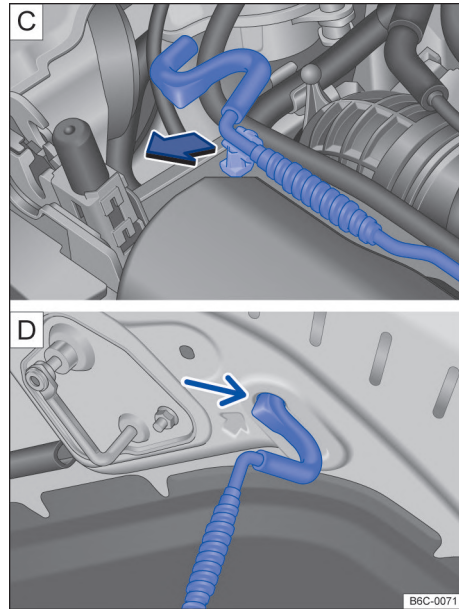

Fig. 181 **C** Varilla de sujeción de la tapa del compartimento del motor. **D** Tapa del compartimento del motor apoyada en la varilla de sujeción.
- Retirar la varilla de sujeción del soporte en el sentido de la flecha → fig. 181 **C** y posicionarla en el hueco de paso del capó delantero → fig. 181 **D**. ▶
- Retirar la varilla de sujeción del orificio → fig. 181 y encajarla en el portacierre → fig. 181 .